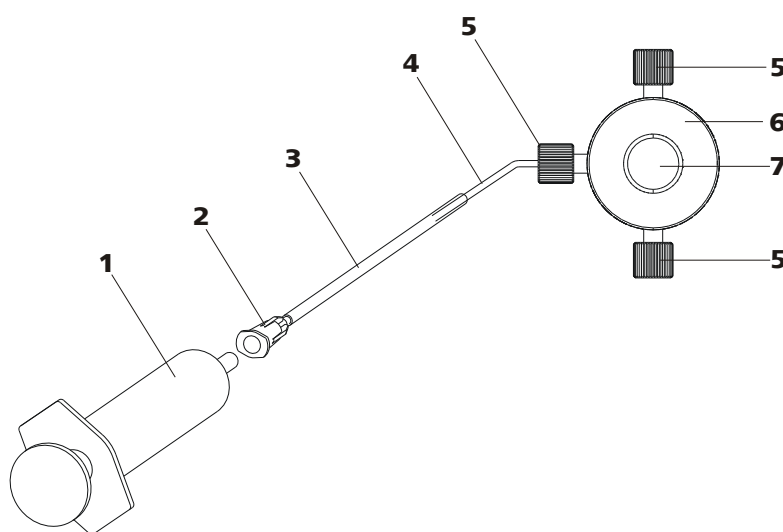

图 19 给高压泵排气
高压泵的排气可按以下步骤进行（参见图 19，第 33 页）：
- 将注射器(19-1)插入排气插管的 Luer 式接头(19-2) (参见图 19, 第 33 页)。